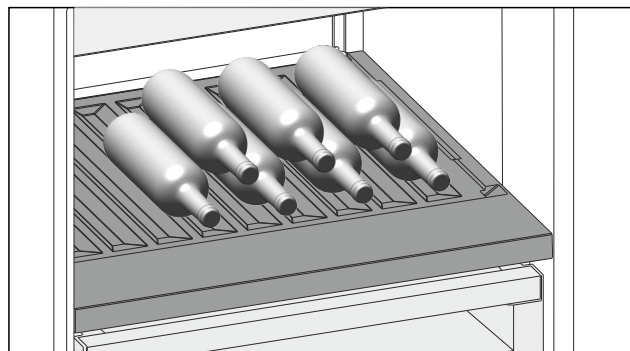

Fig. 109
- Láhve ukládejte dnem dozadu k zadní stěně. (viz Fig. 109)